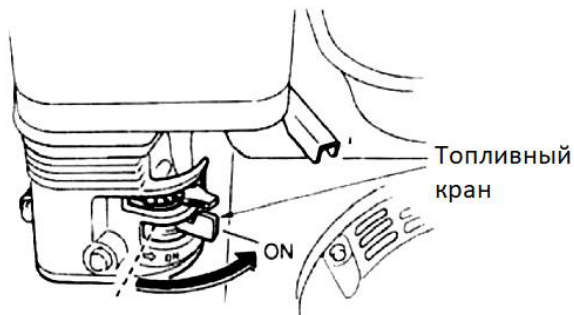

Рисунок 11
4.1 Переведите топливный кран в положение «ON» (рисунок 11)